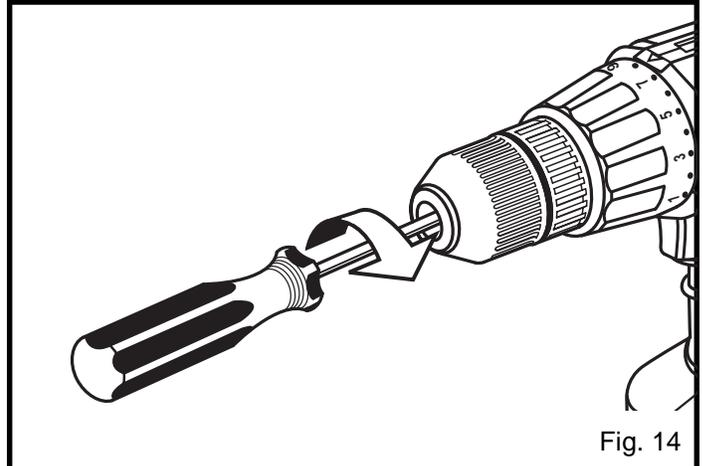

Fig. 14
- Desserrez les mâchoires du mandrin pour libérer la clé hexagonale. Retirez le mandrin en le tournant dans le sens horaire. Voir la Figure 14. **Note:** le mandrin est pourvu d'un pas de vis inversé.